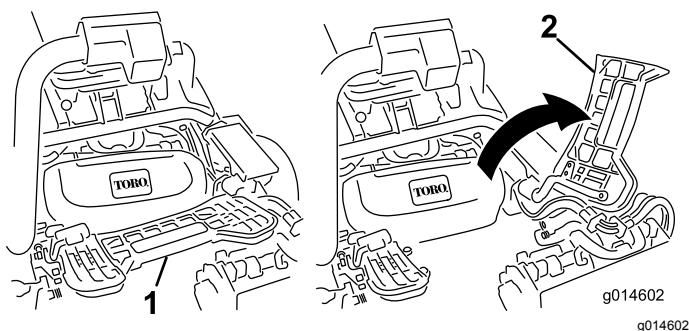

Figura 10
3. Se instalar a unidade de corte central, eleve o apoio de pé e incline-o, permitindo o acesso à posição da unidade de corte central (Figura 10).